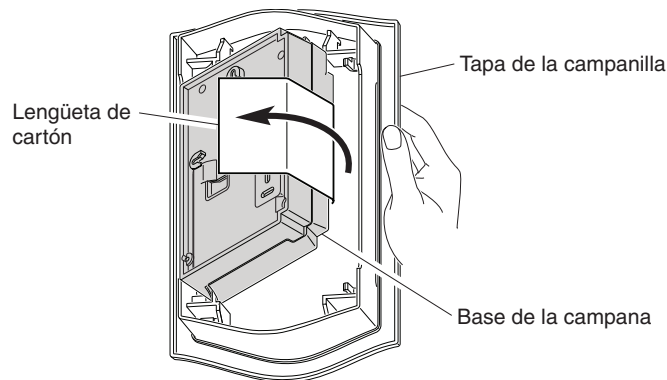

Figura 1
2. Con la otra mano jale despacio la lengüeta de cartón para quitar la base de la tapa (ver Figura 1). **Nota:** Note la acción abisagrada de la base cuando se la quita de la tapa. Se tendrá esta misma acción abisagrada cuando se instala la tapa en la base luego de instalar la base en la pared.